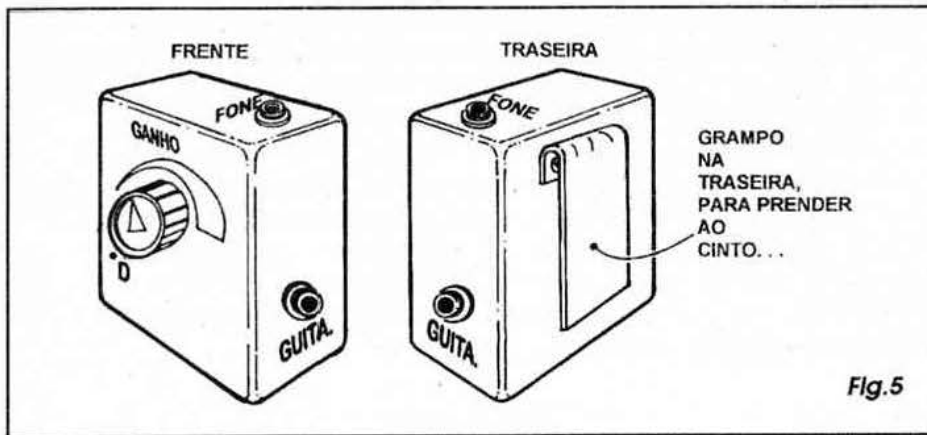

Fig.5
- FIG. 5 - UMA CAIXINHA PRÁTICA, E UM ACABAMENTO BONITO... - Acreditamos que a idéia de acabamento do MADEG deve ser centrada na portabilidade, na praticidade do uso... Portanto, a sugestão detalhada no diagrama, nos parece a solução mais adequada, com o conjunto resultando menor do que um maço de cigarros, podendo - em uso - ser